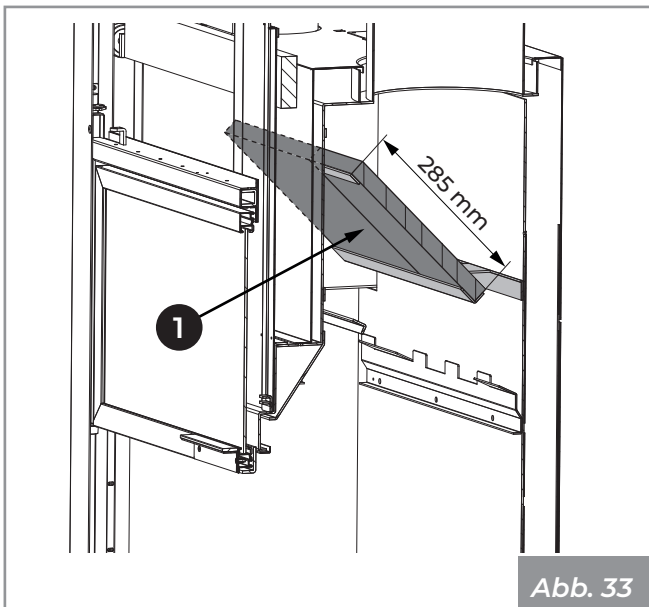

Abb. 33
5) Die Platten (1) herausziehen und entfernen (Abb. 33).